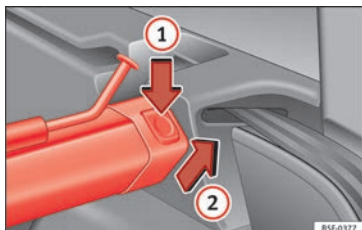

Fig. 125 En el maletero: desmontar la red de separación.
- Presione la tecla de desbloqueo izquierda o derecha » **fig. 125** en el sentido de la flecha ①.
- Extraiga la carcasa del soporte en el sentido de la flecha » **fig. 125** ②.
- Presione la carcasa en los soportes izquierdo y derecho en el sentido contrario al de la flecha » **fig. 125** ② hasta que encastre.